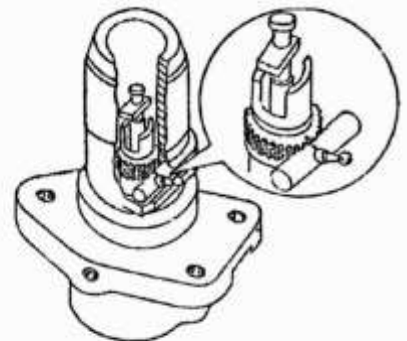

рис. 8.2
7. При установке впрыскивающего насоса после снятия, установочные метки на штоке и регулировочным шестеренчатым кольцом/раме должны быть совмещены (Рис. 8.2).